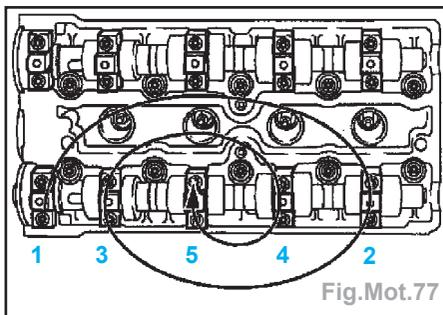

Fig.Mot.77
- Déposer les chapeaux de palier d'arbre à cames d'échappement (Fig.Mot.77).